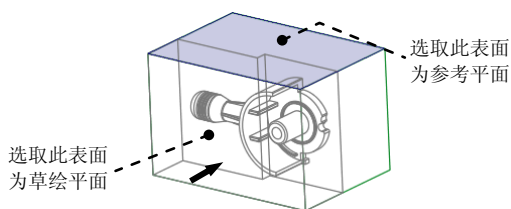

图 10.35 定义草绘平面
(1) 选择命令。单击 **编辑模具体积块** 功能选项卡 **形状** 区域中的 **拉伸** 按钮，此时系统弹出“拉伸”操控板。
(2) 定义草绘截面放置属性。在图形区右击，从系统弹出的菜单中选择 **定义内部草绘...** 命令；在系统 **选择一个平面或曲面以定义草绘平面** 的提示下，选取图 10.35 所示的坯料表面为草绘平面，接受默认的箭头方向为草绘视图方向，然后选取图 10.35 所示的坯料顶面为参考平面，方向为 **上**。然后单击 **草绘** 按钮。